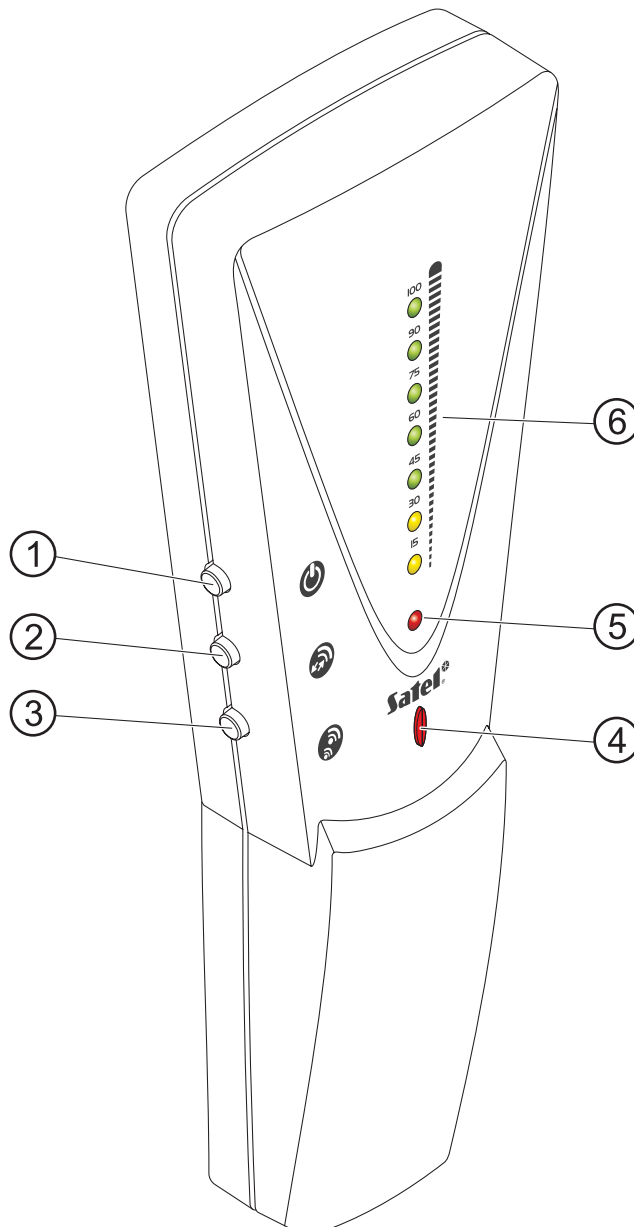

Abb. 1. Darstellung des Testers.
Erläuterungen zu Abbildung 1:
- 2 – **Taste  zur Auswahl des Betriebsmodus für die Diodenanzeige.** Nach der Inbetriebnahme des Testers zeigt die Diodenanzeige den Pegel des durch den Tester vom Funkbasismodul empfangenen Signals (auf der Abbildung 1 mit der Ziffer 5 bezeichnet). Die Betätigung der Taste schaltet die Anzeige auf den Modus um, in dem Informationen über den Pegel des durch den Funkbasismodul vom Tester empfangenen Signals gezeigt werden (die rote LED-Diode beginnt zu leuchten). Die nächste Betätigung der Taste schaltet den Betriebsmodus der Diodenanzeige wieder um.
- 3 – **Taste  zur Auswahl der Speisungsart der vom Tester simulierten Funkkomponenten.** Die Art der Speisung beeinflusst den Funksignalpegel der Funkkomponente. Nach der Inbetriebnahme simuliert der Tester die Arbeit eines von äußeren Quellen gespeisten Funkkomponente. Die Betätigung der Taste schaltet den Tester in einen Modus um, in dem die Simulation eines von der Batterie gespeisten Funkkomponente erfolgt. In diesem Modus leuchtet rot die LED Diode auf der Abbildung 1 bezeichnet mit der Ziffer 4. Falls die Dioden der Anzeige des Signalpegels leuchteten, dann werden sie von selbst erlöschen und beginnen erst bei der nächsten Abfragung zu leuchten, indem sie den aktualisierten Pegel des Funksignals anzeigen. In diesem Modus leuchten die Dioden schwacher. Die nächste Betätigung der Taste schaltet den Modus wieder um, in dem die Simulation des von äußeren Quellen gespeisten Funkkomponente erfolgt. Falls der Knopf länger als 3 Sekunden gedrückt wird, dann befindet sich der Tester **im Modus der dichteren Abfragung** und bleibt in dem so lange, wie lange die Taste gedrückt wird. Im Modus der dichteren Abfragung wird die Information über den Signalpegel alle 2 Sekunden aktualisiert. Im Zeitpunkt, in dem die Daten über den Pegel des Funksignals aktualisiert werden, generiert der Tester zwei kurze Töne.